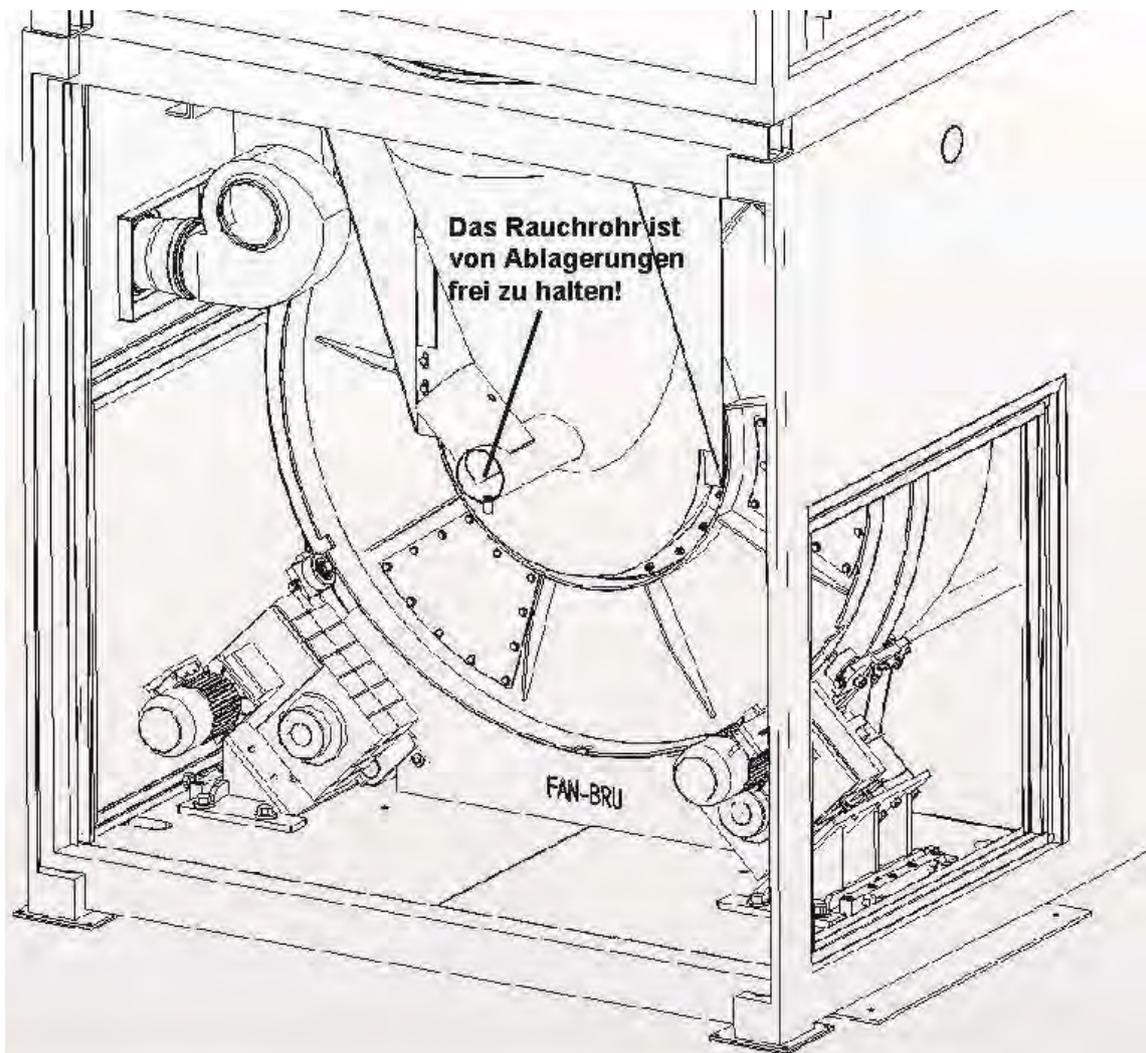

Рис. 6-14 Отвод воздуха из сушильного барабана
- Проверьте трубопровод отводимого воздуха, проходящий через загрузочную воронку, на отсутствие каких-либо препятствий току воздуха, как это показано на рис. 6-14. Для этого нужно отвинтить съёмную крышку.